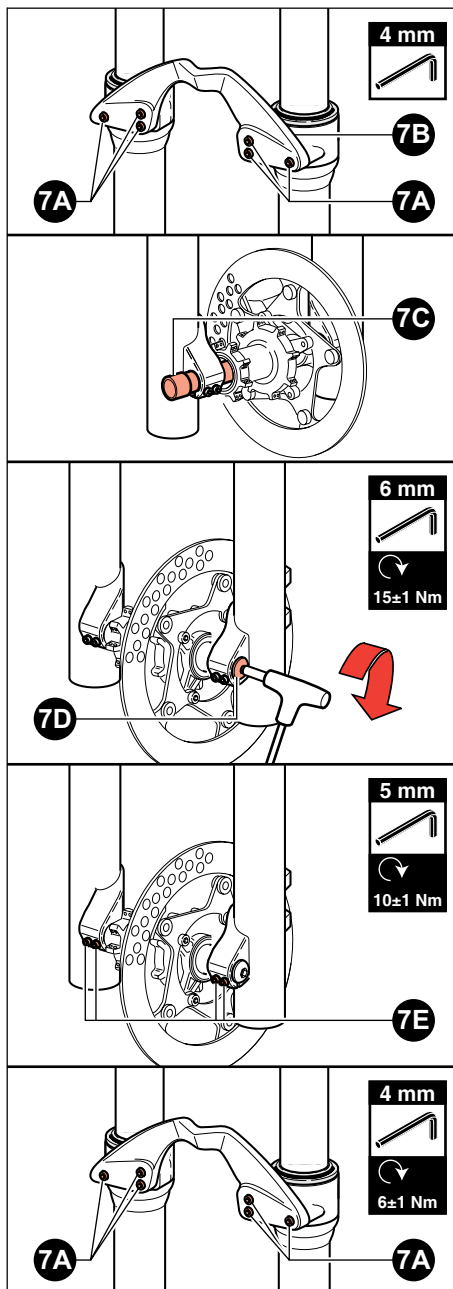

Figura 7 - Installazione ruota su forcelle serie Monster
- Se la forcella è stata smontata dal telaio o se si è modificata la posizione degli steli rispetto alle piastre di sterzo, allentare leggermente i sei (6) bulloni di fissaggio dell'archetto con una chiave a brugola da 4 mm (vedi **7A** e **7B** di **Figura 7**).
- Allineare il centro della ruota con i due porta ruota (vedi **7C** di **Figura 7**).
- Inserire il perno attraverso il portaruota destro, la ruota ed il portaruota sinistro (vedi **7C** di **Figura 7**).
- Serrare il perno dal lato sinistro alla coppia prevista (**15±1 Nm**) con chiave a brugola da 6 mm (vedi **7D** di **Figura 7**).
- Serrare le viti poste sui due portaruota alla coppia prevista (**10±1 Nm**) con sequenza "1-2-1" utilizzando una chiave a brugola da 5 mm (vedi **7E** di **Figura 7**).
- Serrare i sei (6) bulloni dell'archetto alla coppia prevista (**6±1 Nm**) con sequenza "1-2-3-2-1" utilizzando una chiave a brugola da 4 mm (vedi **7A** di **Figura 7**).